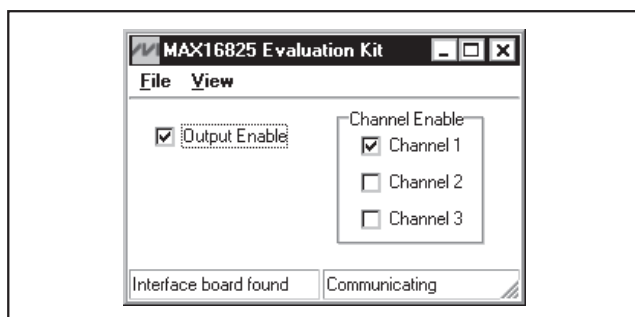

图1. MAX16825评估软件—图形用户界面(GUI)
- 12) 从**Start | Programs**菜单打开图标，启动评估软件。计算机将显示MAX16825评估软件的主窗口，如图1所示。
主窗口的GUI (图1)简单易用。利用鼠标或键盘的Tab键可在控件之间移动。使用任意控件时，都会产生正确的SPI写操作，以更新MAX16825的内部寄存器。